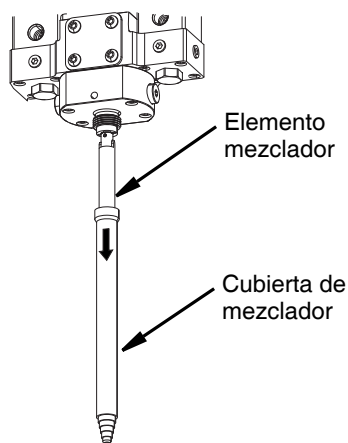

FIG. 21
5. Deslice la tapa del mezclador de los elementos mezcladores. Ver FIG. 21.